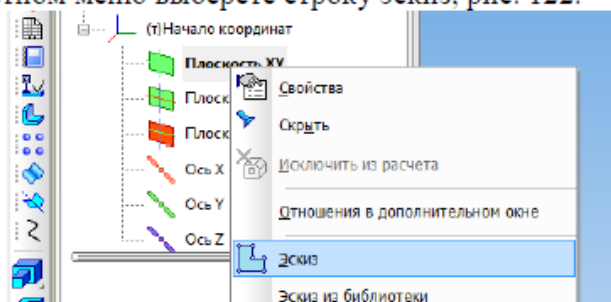

Рисунок 122 – Создание эскиза в конструктивной плоскости
10.3 В дереве модели выберите правой кнопкой мыши плоскость XY (синего цвета), в контекстном меню выберите строку эскиз, рис. 122.